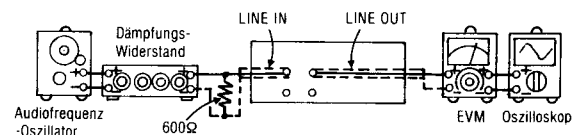

Abb. 7
1. Der Testaufbau ist in Abb. 7 gezeigt.
6. Falls sie nicht dem Standard-Wert entspricht, ist der Drehwiderstand 3 (linker Kanal) {Drehwiderstand 4 (rechter Kanal)} zu justieren, und dann sind die Schritte (2), (3) und (4) zu wiederholen, bis die Ausgangsleistung dem Standard-Wert entspricht.